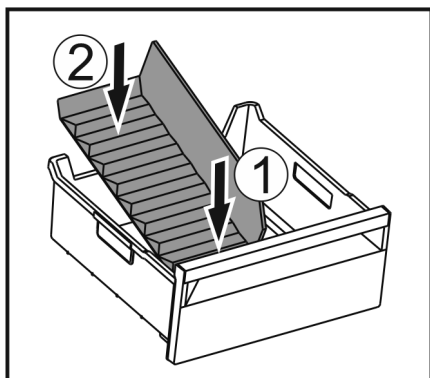

Fig. 100
- Introduceți partea frontală a separatorului pentru compartimentul de gheață. Fig. 100 (1)
- Coborâți partea posterioară a separatorului pentru compartimentul de gheață până la baza sertarului. Fig. 100 (2)